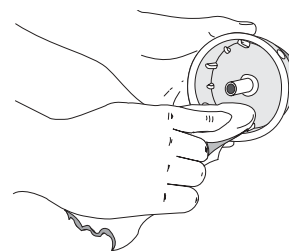

Fig. 28
- Nettoyez le moulinet intérieur, le ressort, et l'arbre et la surface interne de la bobine extérieure à l'aide d'un tissu propre (Fig. 28).